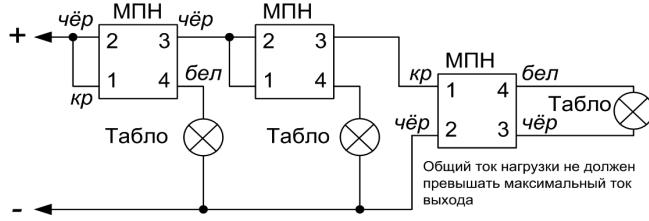

Рисунок 7. Схема подключения нескольких световых табло или сирен к одному выходу блока
- Нескольких исполнительных устройств подключаются к одному выходу блока по схеме, приведенной на рис. 7.